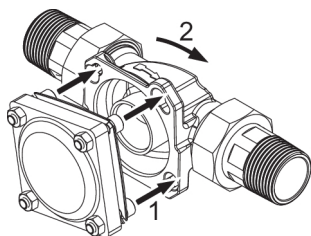
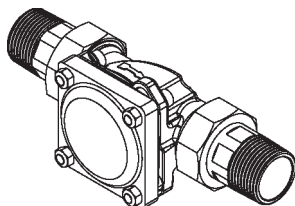

Abb. 3: Gerät ansetzen und einrasten (Befestigungsprinzip)
Abb. 4: Geräteanschluss eingerastet (Befestigungsprinzip)
- 1. Die Köpfe der vier Flanschschrauben durch die Bajonettbohrungen am Einbaudrehflansch stecken (siehe Abbildung 3).
- 2. Das Gerät im Uhrzeigersinn bis zum Anschlag drehen (siehe Abbildung 3 und Abbildung 4).